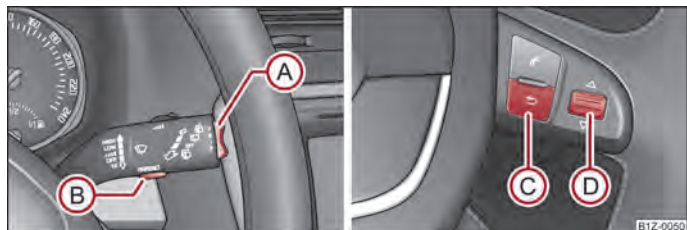

Fig. 7 Display-ul cu informații: Elementele de comandă de la maneta de acționare a ștergătoarelor/elementele de comandă de pe volanul multifuncțional
- **Main menu (Meniul principal)** se activează prin apăsarea tastei basculante (A) ⇒ fig. 7 mai mult de 1 secundă.
- De la tasta basculantă (A) puteți selecta punctele de meniu. După scurta apăsare a tastei (B) se afișează informația selectată.
- **Main menu (Meniul principal)** se activează prin apăsarea tastei basculante (C) ⇒ fig. 7 mai mult de 1 secundă.
- Prin apăsarea scurtă a tastei (C), reveniți un pas înapoi în meniu.
- Prin rotirea roțiței (D) puteți selecta fiecare meniu. După o scurtă apăsare a roțiței (D), se afișează meniul selectat.